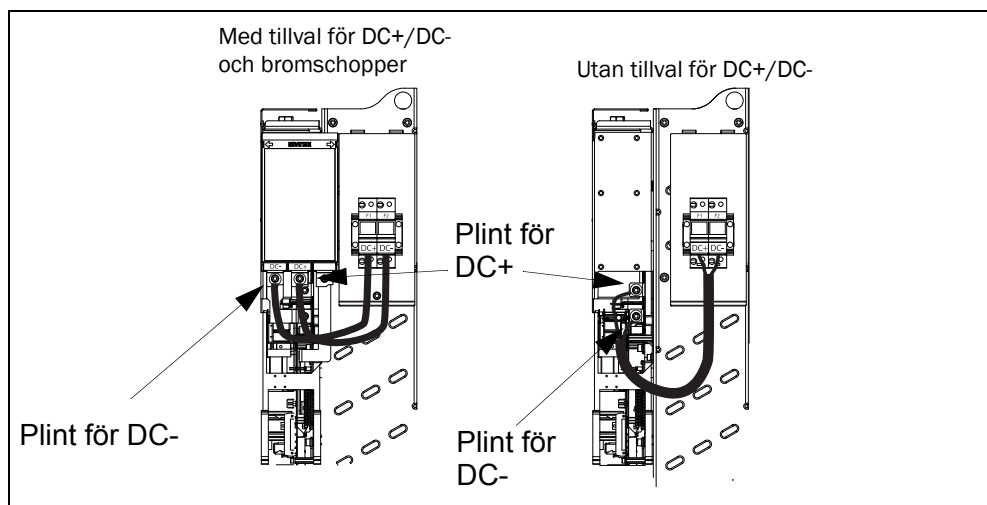

Fig. 6 Kabelanslutning för DC-säkringar på storlek G och större
- Anslut kablarna (som medföljer) mellan DC-säkringshållaren och plintarna för DC+/DC-, se Fig. 6. Använd de två M6 x 10-skrivarna (medföljer).